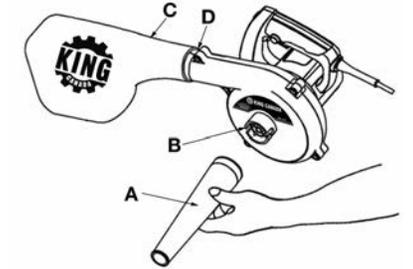

Figure 4
2. Pour utiliser la souffeuse/aspirateur comme un aspirateur, fixez la buse (A) Fig.4 à l'entrée d'air (B). Alignez les deux broches situées à l'intérieur de la buse avec les encoches sur l'entrée d'air, poussez et tournez la buse dans le sens horaire pour la verrouiller en toute sécurité.
3. Fixez le sac à poussière (C) à la sortie d'air (D). Alignez les deux broches situées à l'intérieur du sac à poussière avec les encoches de la sortie d'air, pousser et tourner le sac à poussière dans le sens horaire pour le verrouiller en toute sécurité.
1. Lorsque vous utilisez la souffeuse/aspirateur comme un aspirateur et le sac à poussière (C) Fig.4 est plein, retirez et videz le sac à poussière.